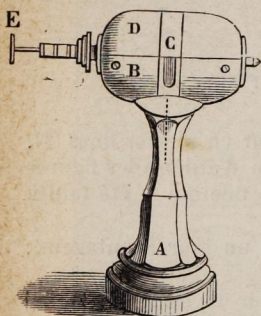

Fig. 137. — Touret couvert.
Cette machine (fig. 137) est élevée sur un pied solide (A) et d'une seule pièce, et elle est attachée fermement à la table au moyen d'un fort écrou qui embrasse sous la table la tige qui soutient le touret. Le corps de la machine est enveloppé d'une chape de cuivre ou d'autre métal, à laquelle on peut donner la forme d'un petit tonnelet, et ce tonnelet est divisé en deux parties : l'une (B), adhérente au pied de la machine, est immobile, ayant dans chaque face une ouverture (C) qui laisse un passage libre à la corde ; l'autre (D) qui, comme un chapeau, se lève et se remet en place suivant que le besoin l'exige. Dans la figure 137, la machine présente une de ses faces latérales, et un outil (E) prêt à travailler est logé dans la tête de l'arbre. C'est dans cet état qu'est la machine lorsqu'on grave. On voit (fig. 138) l'écrou qui retient le pied du touret sous la table, et (fig. 139) un tournevis qui sert à monter ou démonter les pièces du touret.